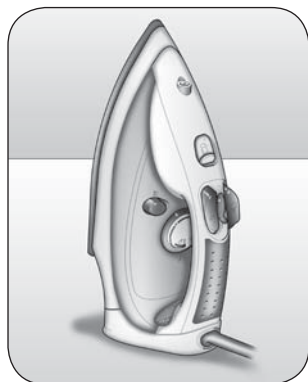

Fig. 4
- 1 Appoggiare il ferro in posizione verticale sul suo appoggio ferro (G) (Fig. 4).
- 6 Riporre il ferro in posizione verticale (Fig. 4).